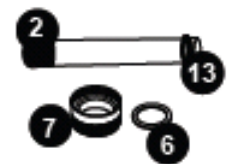

Figura 6
8. Remova a porca de compressão (7) virando-a no sentido anti-horário, Figura 3. Utilize um par de alicates se necessário, Figura 5. Você vai encontrar uma arruela de compressão de aço inoxidável(6) que passa pelo tubo de quartzo. Guarde essa arruela (6) para uso posterior, Figura 6. Há também um anel de vedação (13), comprima o anel de vedação, lentamente e cuidadosamente remova o tubo de quartzo.
9. O tubo de quartzo (2) poderá ser aberto para limpeza ou substituído. Para a limpeza do tubo de quartzo (2), siga os passos 8 e 9 e então proceda para o passo 10. Para a substituição do tubo de quartzo (2), pule os passos 8 e 9 e proceda para o passo 12.